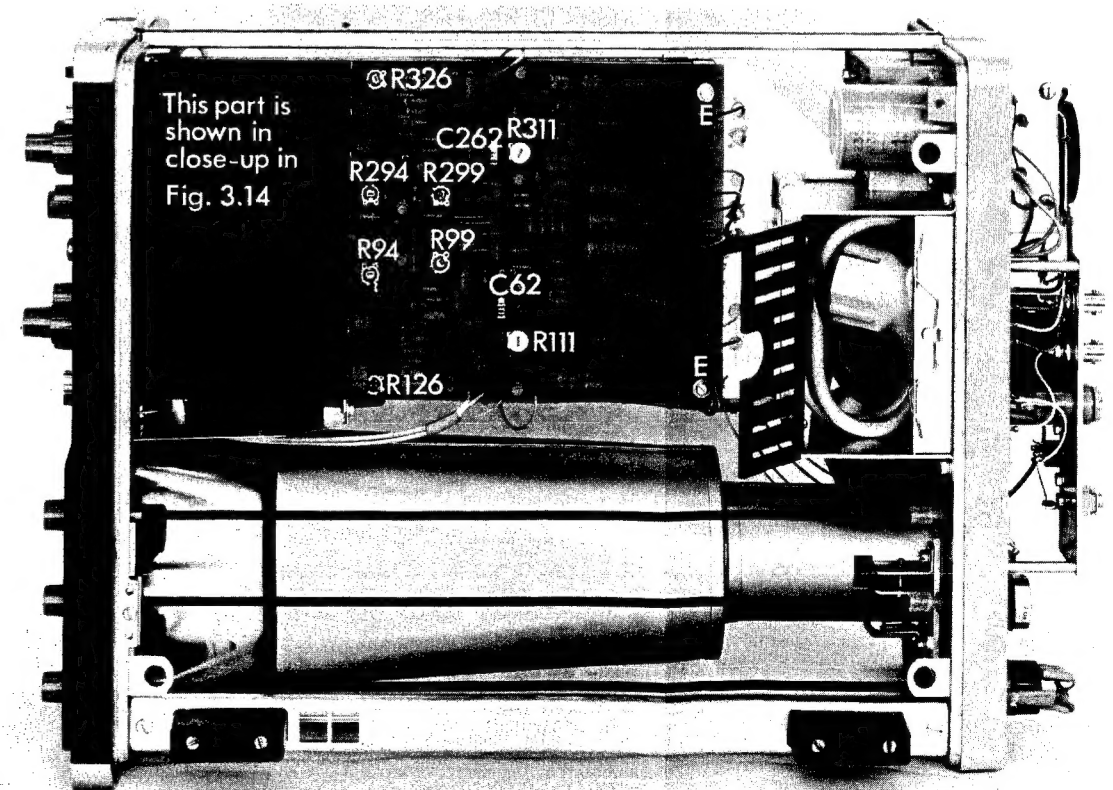

Abb. 2.23. Abgleichelemente (PM 3232)
- Prüfen, ob die Zeitbasislinie nicht mehr als 4 mm springt. Korrektur mit Potentiometer R126 (R326), Abb. 2.23.
- Prüfen, ob die Höhe des Oszillogramms  $6 \text{ cm} \pm 2 \%$  beträgt. Korrektur mit R111 (R311), Abb. 2.23.